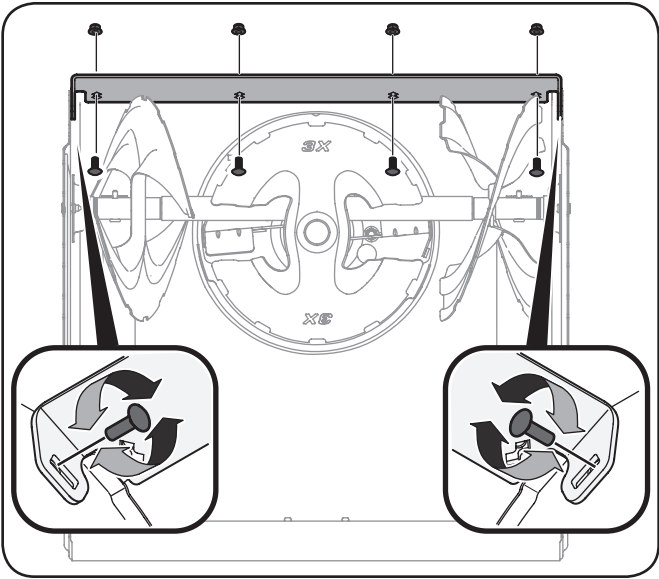

Figure 6-3
2. Installez la lame plate neuve en vérifiant que la tête des boulons ordinaires, les rondelles se trouve à l'intérieur de l'habitacle. Serrez à fond. Voir la Figure 6-3.
4. Faites glisser la lame de raclage vers le bas à la deuxième position. Insérez et serrez bien les boulons. Voir la Figure 6-2 and Fig. 6-3.